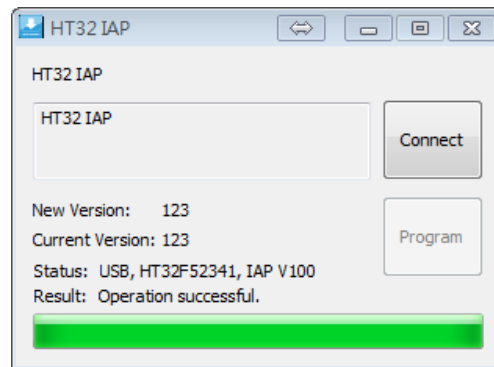

图 12 IAP 更新完成图
3. 点选 Program，IAP.exe 会执行 FW 更新的流程，完成后如图 12。